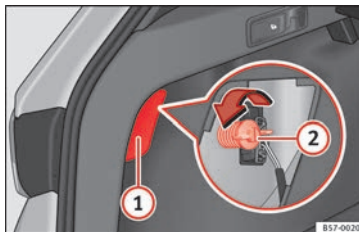

Abb. 110 Gepäckraum: Zugang zur Befestigungsschraube der Heckleuchte
3. Hebeln Sie die Abdeckung an der Aussparung » **Abb. 110** ① mit dem flachen Teil des Schraubendrehers ab.
5. Schrauben Sie mit der Hand oder mit Hilfe eines Schraubendrehers die Befestigungsschraube der Leuchte » **Abb. 110** ② heraus.